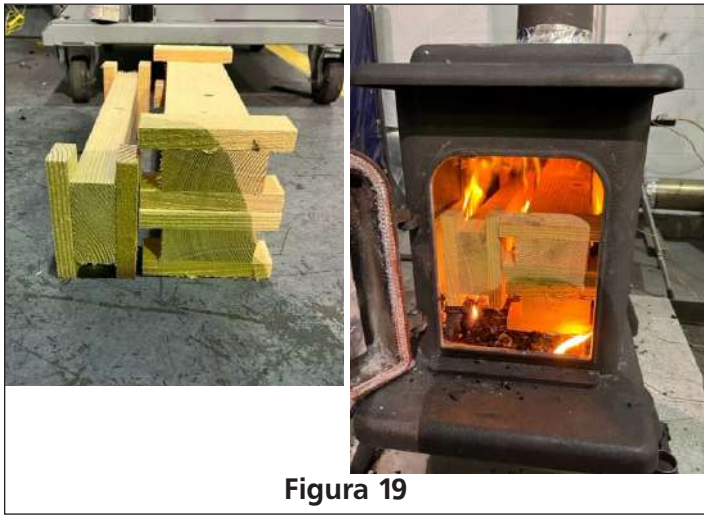

Figura 19
**IMPORTANTE:** La rotura del lecho de carbón y el agregado de la carga deben realizarse en menos de 60 segundos. Consulte la Figura 19 a continuación para conocer la configuración de carga adecuada dentro y fuera de la estufa.